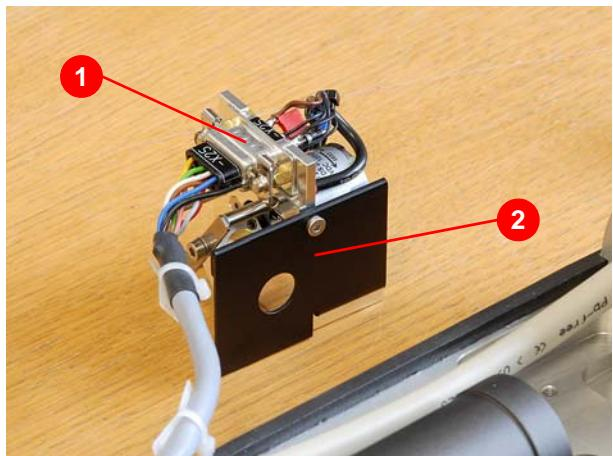

Abbildung 8.20 Steckverbindung -X25 / Shutterblende
4. Steckverbindung -X25 (1) (Abbildung 8.20) trennen.